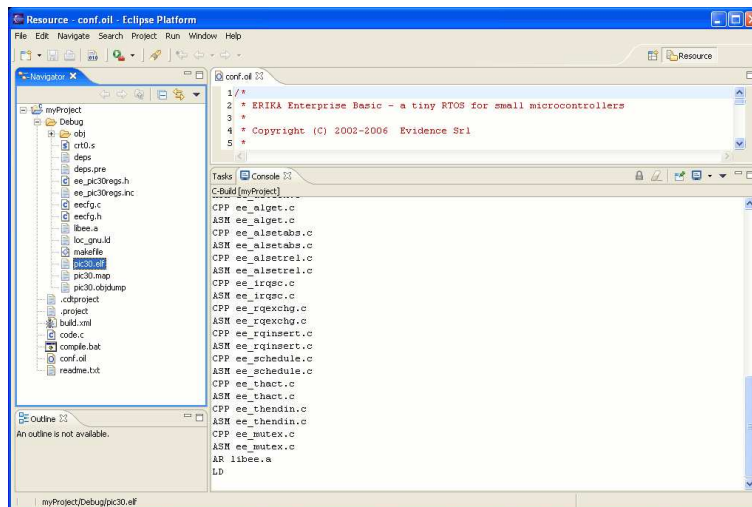

Figura 4.7: `pic30.elf` è il file di output che è pronto per essere programmato sulla scheda target.
7. Alla fine del processo di compilazione viene prodotto un file in formato ELF chiamato `pic30.elf` all’interno della directory `Debug` all’interno del progetto, come mostrato in Figura 4.7. Tale file è il programma eseguibile che può essere programmato sul device utilizzando MPLABIDE.